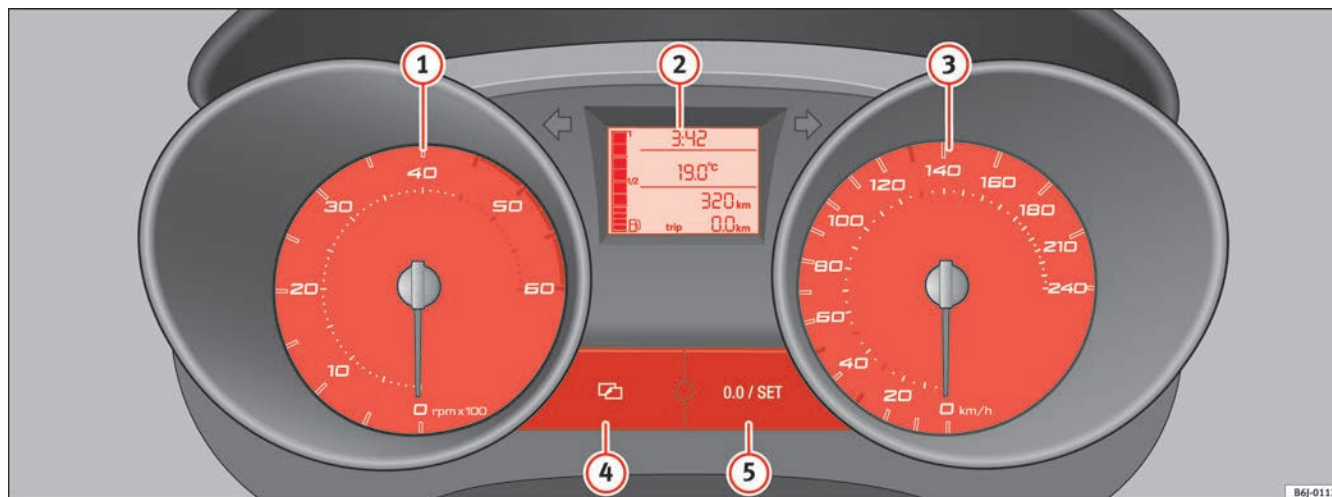

Fig. 30 Pormenor do painel de bordo: painel de instrumentos
O início da zona vermelha ⇒ página 55, fig. 30 ① indica o regime máximo de rotações do motor à temperatura de serviço. Recomenda-se que antes de alcançar esta zona seja engrenada a velocidade imediatamente superior ou que seja colocada a alavanca selectora na posição D ou ainda que se desacelere o motor.
- Para acertar as horas, pressione a tecla **4** ⇒ página 55, fig. 30. A opção «horas» piscará no mostrador digital e com o botão **5** «set» ⇒ página 55, fig. 30 acertam-se.
O contador inferior regista os trajectos parciais. A última posição indica troços de 100 m. O contador para percursos curtos pode ser colocado a zero pressionando o botão de reposição a zero ⇒ página 55, fig. 30 ⑥.